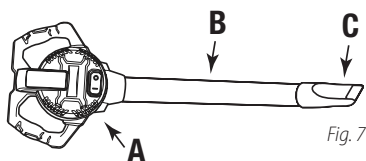

Fig. 7
- Insérez le tube-rallonge **11 (B)** de 2-1/2 po (63,5 mm) dans l'orifice de sortie du souffleur **(A)**. Enfoncez fermement le tube-rallonge **11** en position en imprimant une légère rotation. Fixez maintenant l'accessoire voulu **(C)**. **Fig. 7.**